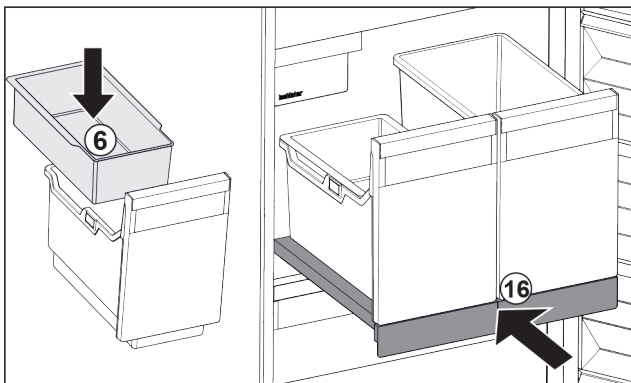

Fig. 125
- ▶ Вставьте навесной лоток Fig. 125 (6) для кубиков льда.
- ▶ Вставьте выдвижную панель с контейнером (IceTower). Fig. 125 (16)